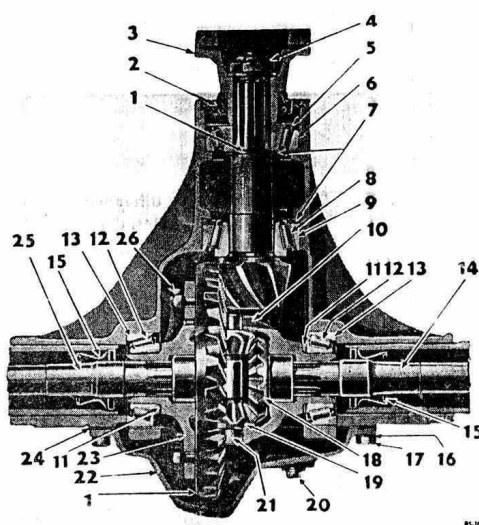

Fig. 259. — Diferencial Delantero. Corte de Puente Delantero Importado.
c) El puente delantero no tiene bloque de empuje para los semiejes (Fig. 259)
d) El puente delantero posee, al costado de cada cojinete de la caja del diferencial, un retén interior de aceite resguardado por una guía metálica para que al introducir los semiejes no se dañen dichos retenes (Fig. 259).